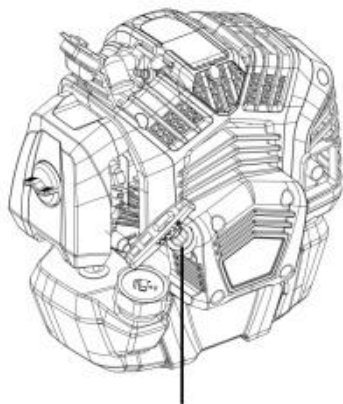

Fig. 28
2. Mantenere stabile il prodotto e tirare leggermente la maniglia dell'avviamento a strappo fino a quando senti resistenza quindi tiralo rapidamente. Ripetete l'operazione fino all'avvio del motore (Fig. 28).